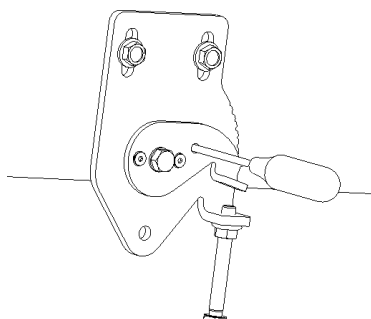

Bild 4
- Justera nolläge för indikeringen, genom att hålla skrapan upp mot bandet, trä sedan i ex en mejsel genom hålet i hävvarmen och hållaren, se bild 4. Dra åt skruven som håller det blå fästet, se bild 5, enligt monteringsanvisningens rekommenderade moment. Ta sedan bort mejseln.